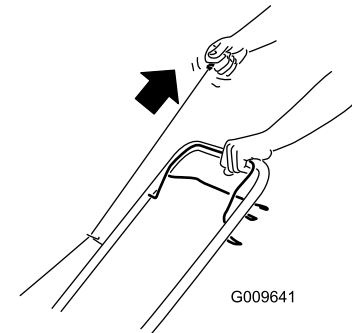

Bild 12
3. Ziehen Sie am Rücklaufstartergriff (Bild 12).